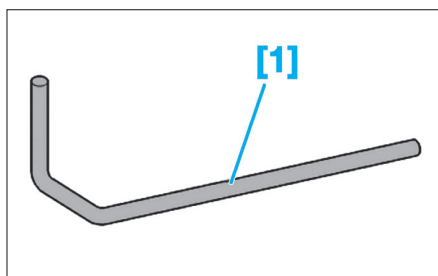

Fig. 3
- [1] Pige pour galet dynamique (réf : 0188-Q1) (Fig.3).